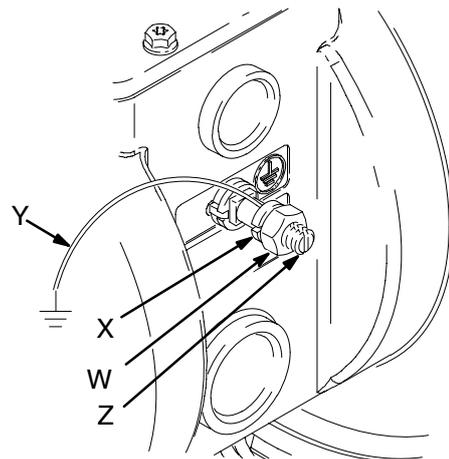

Abb. 1
- *Pumpe:* Ein Erdungskabel und eine Klammer, wie in Abb. 1 dargestellt, anschließen. Sicherungsmutter (W) und Scheibe (X) der Erdungsöse lösen. Führen Sie ein Ende des Erdungskabels (Y) mit mindestens 1,5 mm² in den Schlitz in der Lasche (Z) ein und ziehen Sie die Sicherungsmutter sicher an. Das Klemmenende des Erdungsdrahtes mit einem guten Massepunkt verbinden. *Zum Bestellen des Erdungsdrahtes und der Klammer verwenden Sie die Teilenummer 819.0157.*